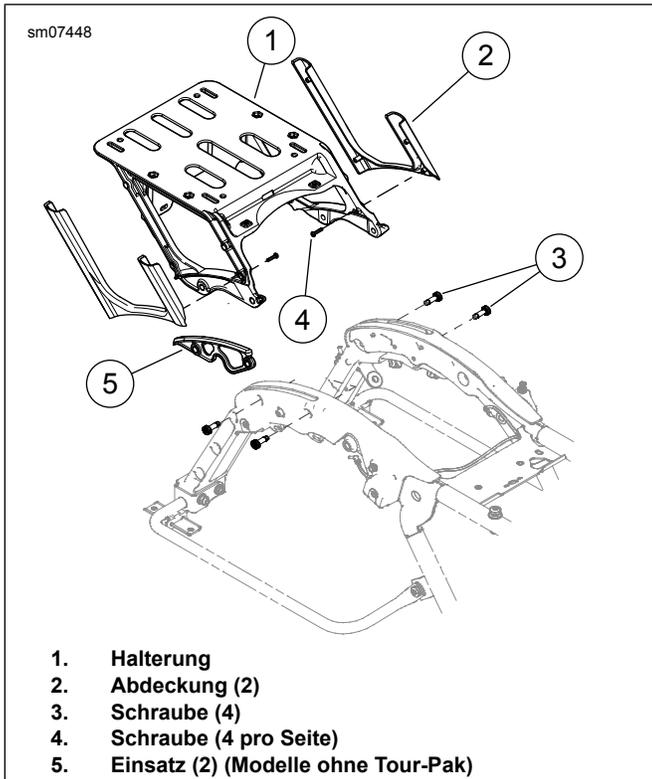

Abbildung 5. Tour-Pak-Halterung
- a. Siehe Abbildung 5 >. Die Kabelbaumsteckverbinder von den Ankern an der Halterung (1) entfernen.
- b. Zwei Schrauben (3) von jeder Seite entfernen.